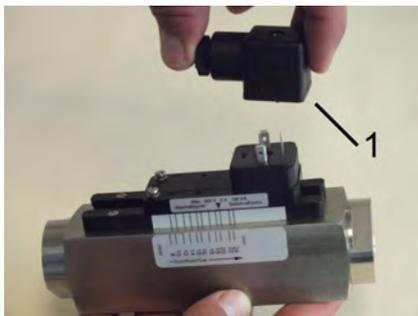

Abb. 24: Steckerdose abziehen
2. ➤ Ziehen Sie die Steckerdose (Abb. 24/1) ab